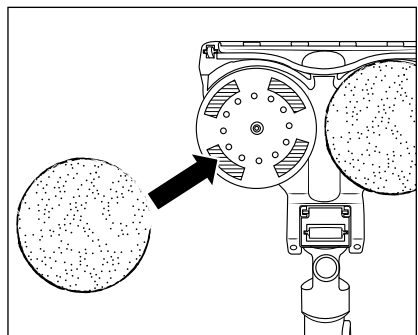

Fig. 18
- ◆ For at sætte moppepuden ③4 på moppestykket ③1 skal du lægge den midt på en af de 2 drejeskiver på undersiden af moppestykket ③1 (se fig. 18). Tryk den så fast på drejeskivens velcrobånd.